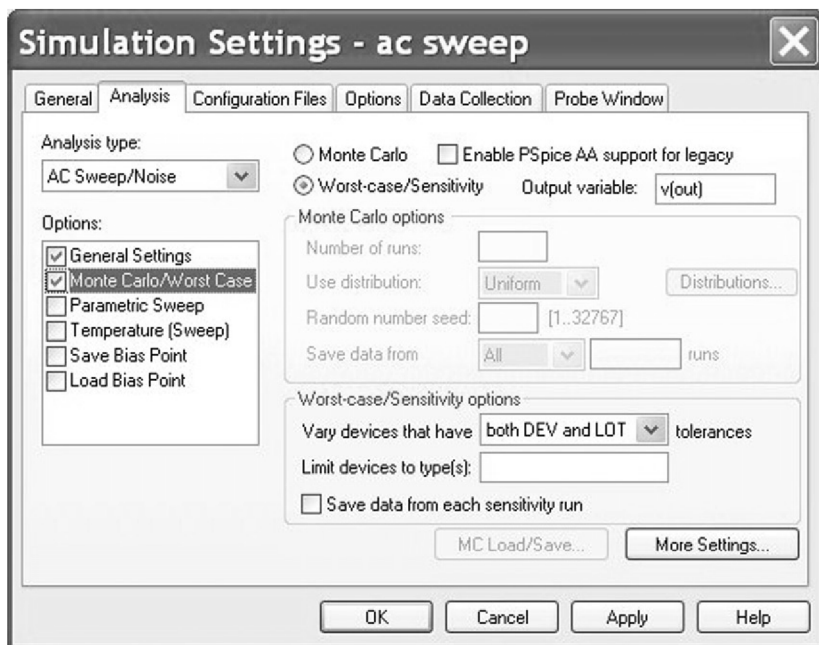

图 11.8 设置最坏情况分析
6. 如图 11.8 所示，在仿真设置窗口的 **Options** 选项中选择 **Monte Carlo/Worst Case** 并且把 **Output variable** 输出变量设置为 V(out)。然后单击 Apply 按钮对仿真设置进行确定，切记不要退出仿真设置。